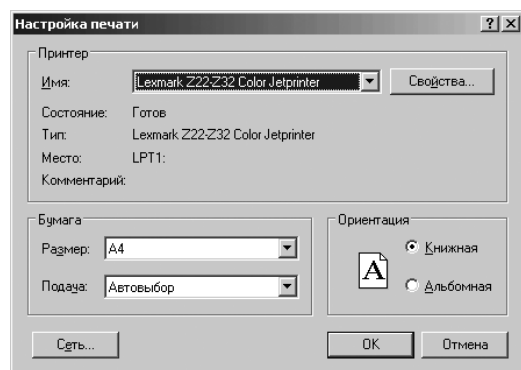

Рис. 5.120. Диалоговое окно **Настройка** плоттера/принтера
- щелкните в меню окна **Предварительный просмотр** по пункту **Файл**, а затем в выпадающем меню по пункту **Настройка плоттера/принтера...** Появится диалоговое окно **Настройка плоттера/принтера** рис. 5.120.